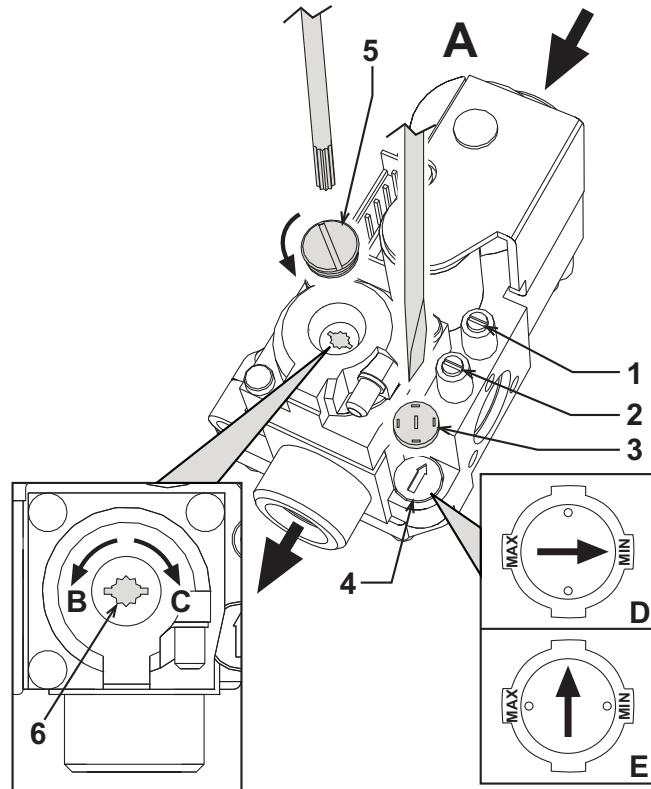

рис. 17 - Регулирование давления
На котле PEGASUS D можно регулировать тепловую производительность топки и, следовательно, тепловую мощность, передаваемую воде системы отопления; это делается исключительно путем регулировки основной горелки с помощью газового вентиля (см. рис. 17). На графиках, приведенных в параграфе сар. 5.2, показано изменение передаваемой воде тепловой мощности в зависимости от изменения рабочего давления горелки. Возможность приведения мощности котла в соответствие с реальными потребностями отопления означает, прежде всего, снижение потерь и экономию топлива. Кроме того, при регулировке мощности, регламинтированной также стандартом, котлы сохраняют значения КПД и характеристики горения почти без изменений.
- С помощью небольшой отвертки снимите защитный колпак 5 вторичного привода газового вентиля рис. 17.
- Подключите манометр к клемме давления 2 (рис. 17), расположенного после газового вентиля, затем переведите ручку терmostата котла на максимум.
- Регулируйте давление с помощью винта 6 (рис. 17) на желаемое значение, руководствуясь диаграммами, приведенными в параграфе сар. 5.2.
- Снимите с газового вентиля маленький защитный колпак 3 (рис. 17). С помощью маленькой отвертки регулируйте "СТУПЕНЬ" розжига на основании выбранного для работы газа (G20-G25 положение D рис. 17 или G30-G31 положение E рис. 17); установите на место защитный колпачок.
- Спустите воздух из газопроводных труб через штуцер отбора давления 1 газового вентиля (рис. 17).